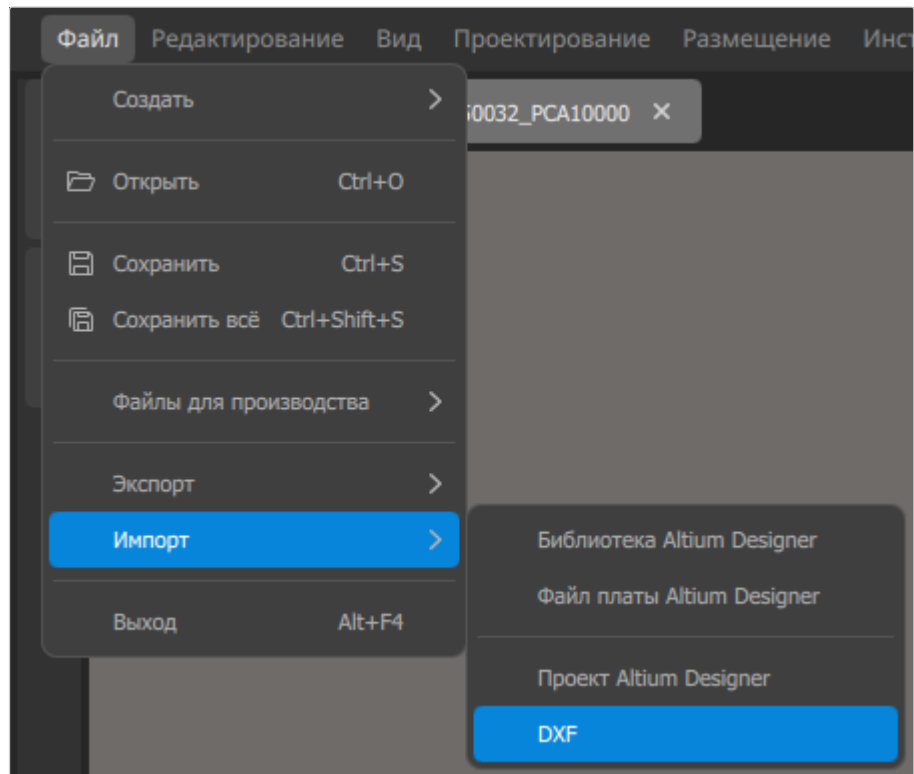

Рисунок 103. Меню «Файл» → «Импорт» → DXF
- 2) Вызвать команду меню «*Файл*» → «*Импорт*» → *DXF* (см. рисунок 103).